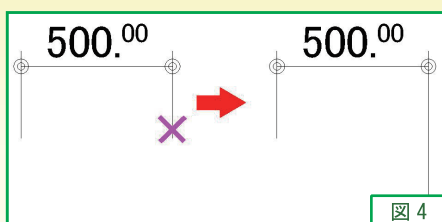

図 4
1. 寸法補助線 (寸法線のいわば足) の先をクリックすると、寸法補助線の伸縮ができます (図 4)。